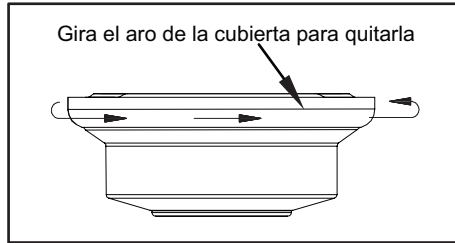

Figura 5
1. Retira el aro de la cubierta de esta última girando el aro hasta liberarlo. (Figura 5)